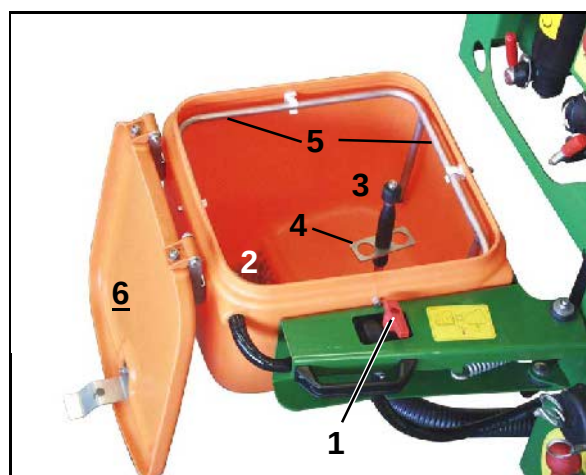

Fig. 23
L'eau s'écoule de la buse de rinçage des bidons (Fig. 23/3), si
- la plaque d'appui (Fig. 23/4) est poussée vers le bas par le bidon.
- le couvercle rabattable fermé (Fig. 23/2) pousse la buse de rinçage des bidons vers le bas.